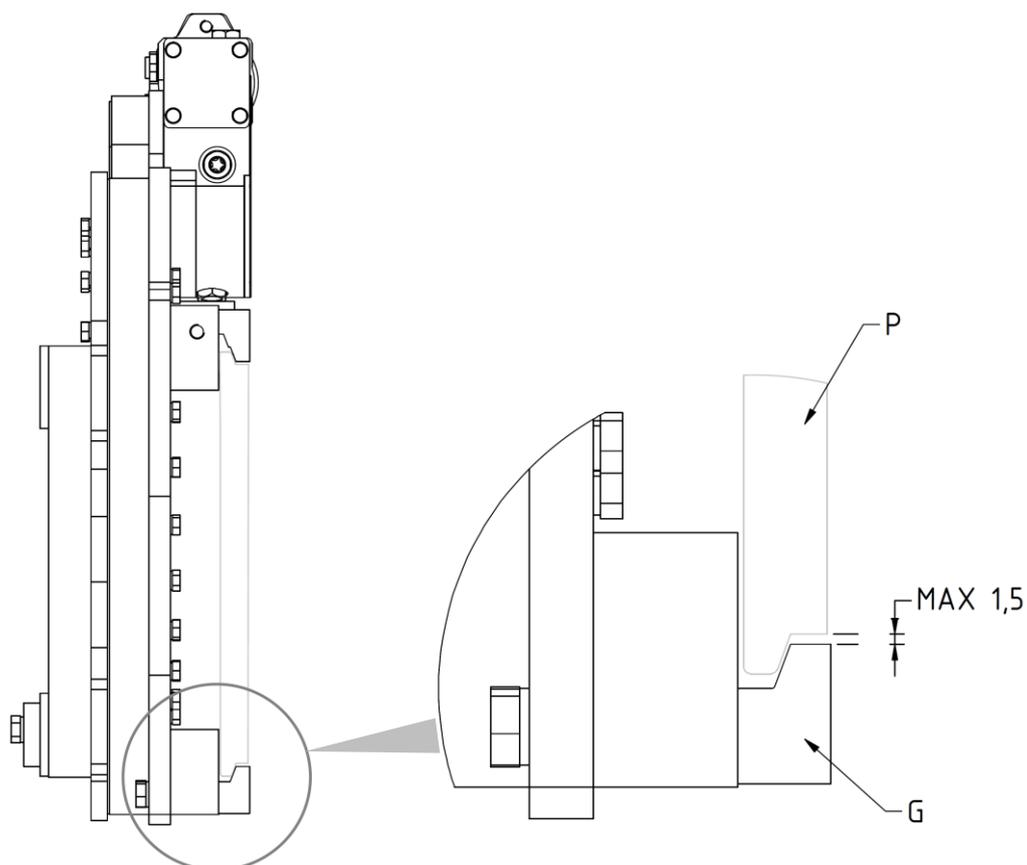

Figura 6
7. Atornillar los dos ganchos inferiores **G** para que su cuerpo quede enganchado debajo a la placa porta horquillas **P** (con un juego máximo de 1,5 mm, mira *Figura 6*), apretando con el par de apriete indicado en la *Tabla 3*.